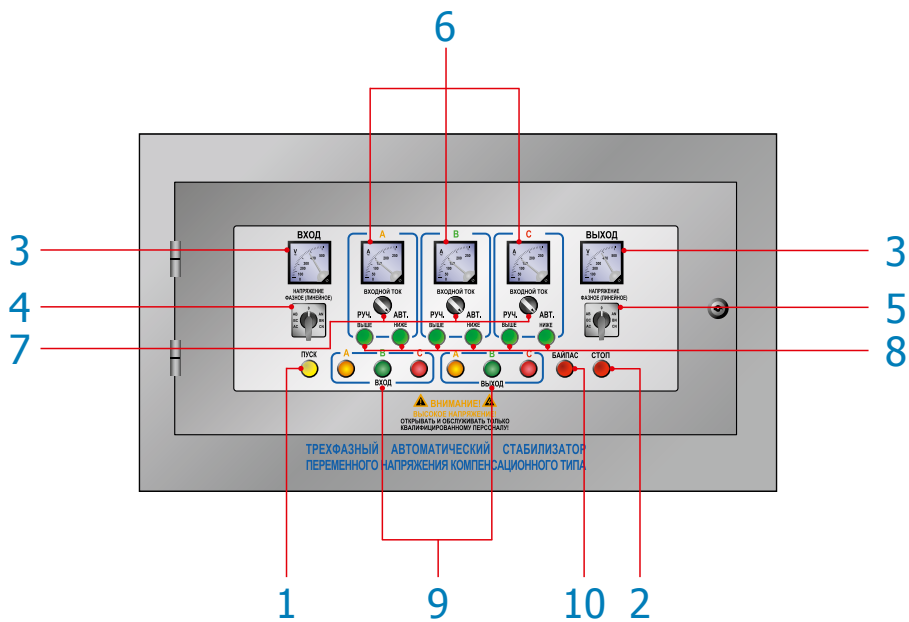

Рис.4
- 6.4. Световая индикация режимов работы и наличия фаз (Таблица 2, рис. 4).